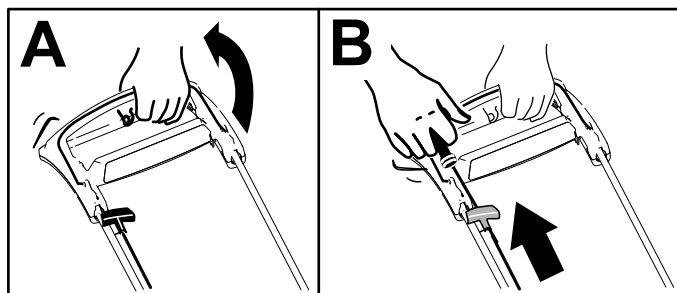

Figura 13
1. Tenete la barra di comando delle lame contro la maniglia (A di Figura 13).
2. Tirate delicatamente la maniglia dell'avviatore autoavvolgente fino a quando non avvertite resistenza, poi tiratela in modo secco e lasciate che ritorni nel guidacavo sulla maniglia lentamente (B di Figura 13).